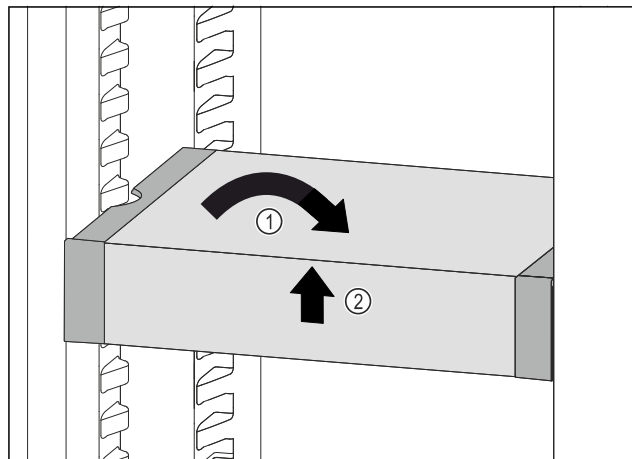

Fig. 198
- VarioSafe postavte rovně. Fig. 198 (1)
- VarioSafe vpředu zvedněte. Fig. 198 (2)